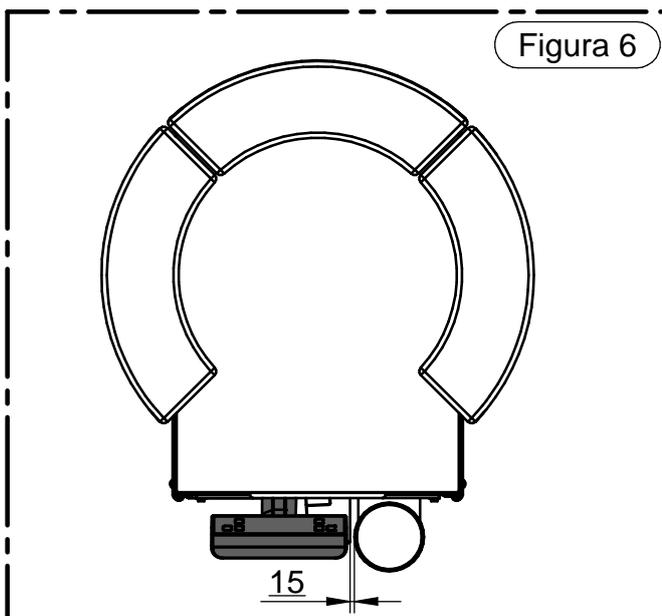

Figura 6
- Porre particolare attenzione nell'assemblaggio del tubo uscita fumi poiché lo stesso deve distare non meno di 15 mm dal pannello comandi (Figura 6): assemblare il tubo a ridosso del pannello significa danneggiare il pannello comandi (danno non coperto da garanzia). Con questa installazione è possibile canalizzare posteriormente l'aria calda utilizzando solamente l'uscita lato dx. Con questo tipo di installazione è tassativamente vietato l'utilizzo della canalizzazione lato sx.